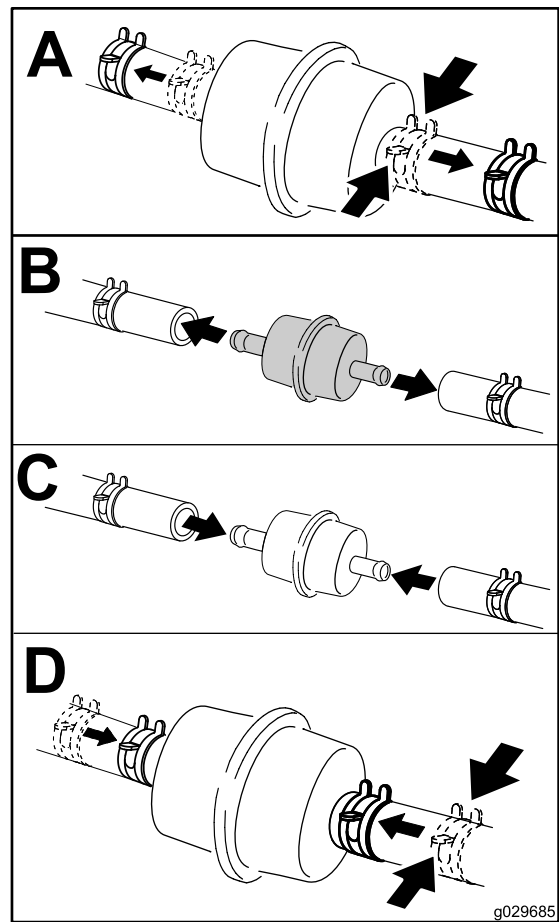

図 43
6. 燃料フィルタの下に汚れのない容器を置き、図 43に示すように燃料フィルタを交換する。